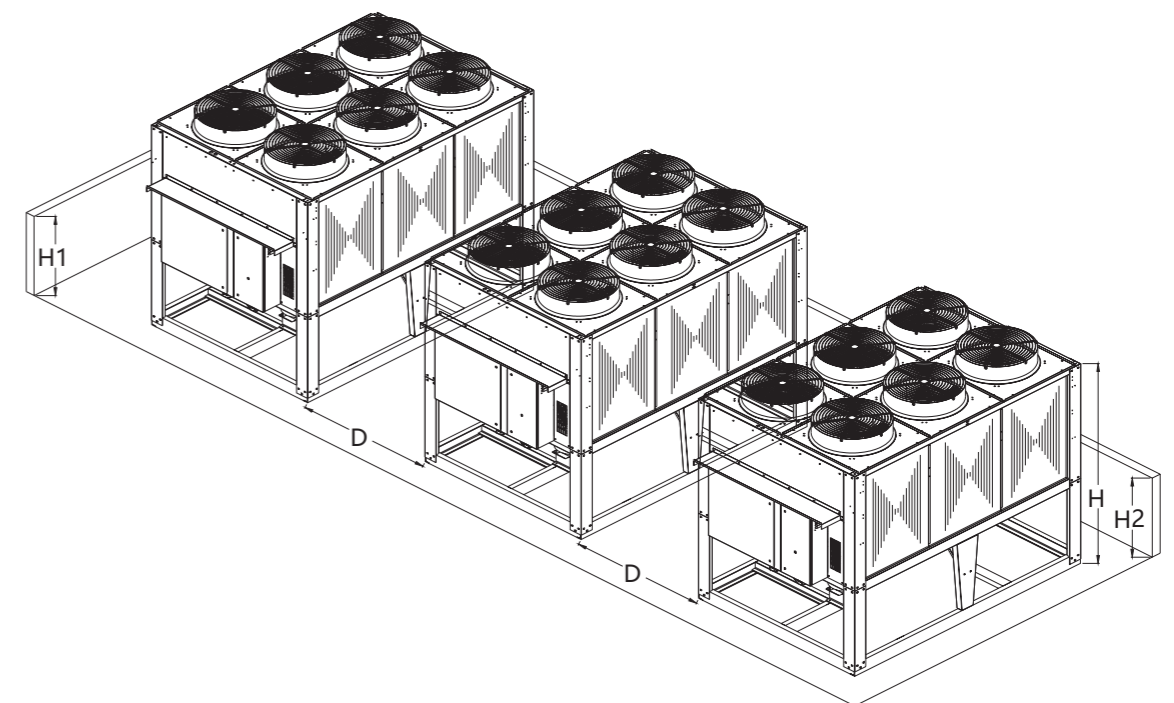
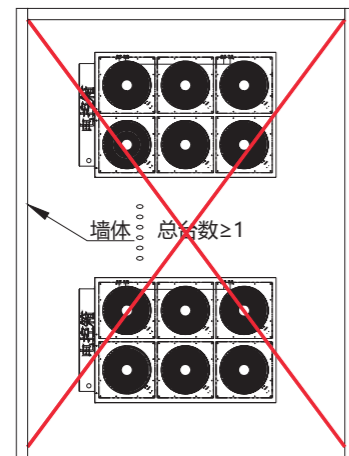
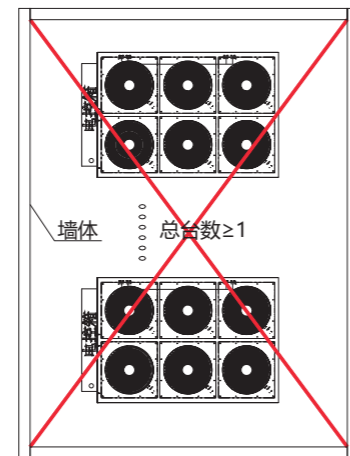
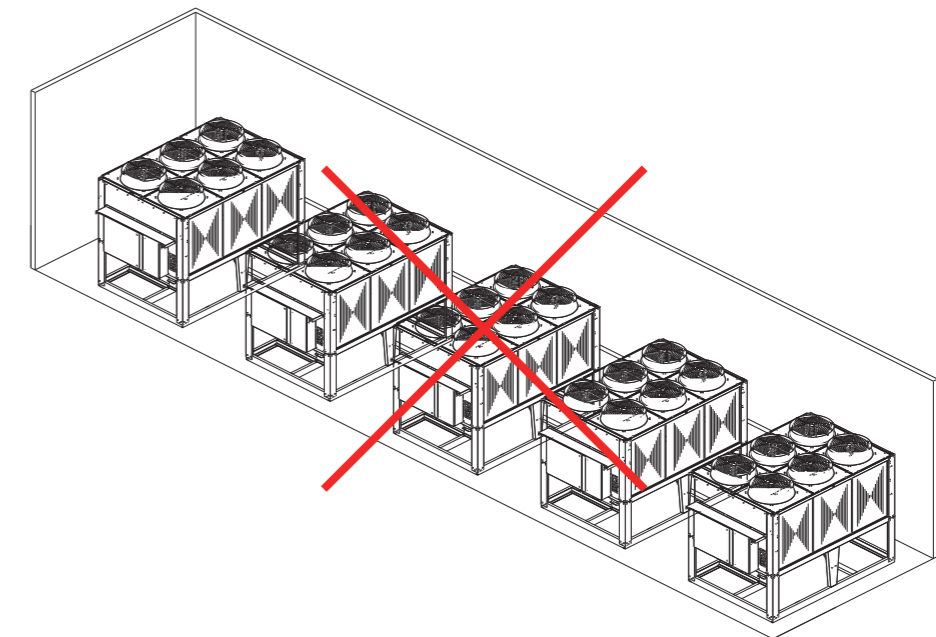

图 4-1-2 机组换热空气进风通道
图 4-1-3 错误安装方式 (U 形空间)
图 4-1-4 错误安装方式 (口形空间)
图 4-1-8 错误安装方式 (空气循环不良)
- G. 预留尽可能大的室外盘管换热空气流通通道, 建议预留通道如图 4-1-2。不能安装在 U 形、口形的环绕高墙围成的空间内, 因为这样会气流短路和吸风受阻, 如图 4-1-3, 图 4-1-4。不能安装在高大建筑物外墙墙角下, 出风无法彻底吹离机组, 制热、制冷都会受到影响, 如图 4-1-8。
- 如果是按照图 4-1-2 模组的模块数超过 8 台，则处在中间的模块其相邻距离 D 要加大。